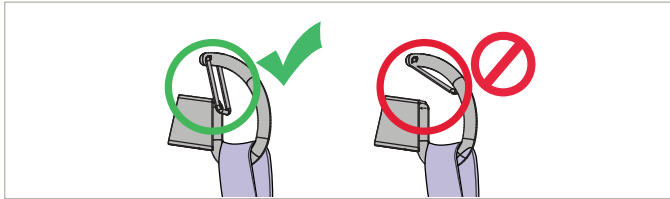

Fig.4
- Spärrarna är ordentligt stängda (se Fig.4)